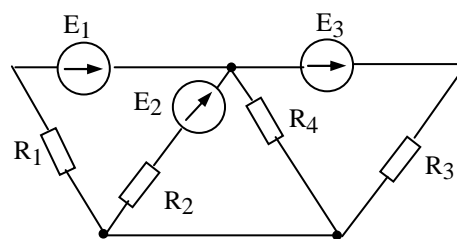

Рис.1.4.22
1.4.22. Используя метод контурных токов, определить токи во всех ветвях схемы (рисунок 1.4.22), если известно, что $E_1=100$ В, $E_2=80$ В, $E_3=50$ В, $R_1=10$ Ом, $R_2=2$ Ом, $R_3=5$ Ом, $R_4=5$ Ом. Составить баланс мощностей.